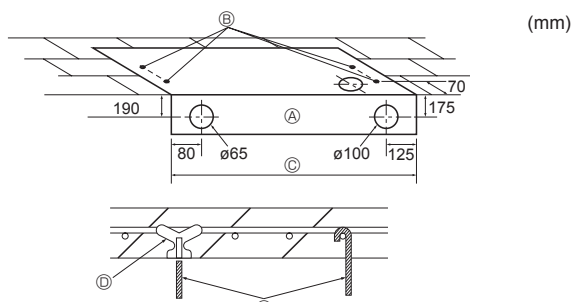

Fig. 3-3
3.2.3. Valg af placering af ophængningsbolte og rør (Fig. 3-3)